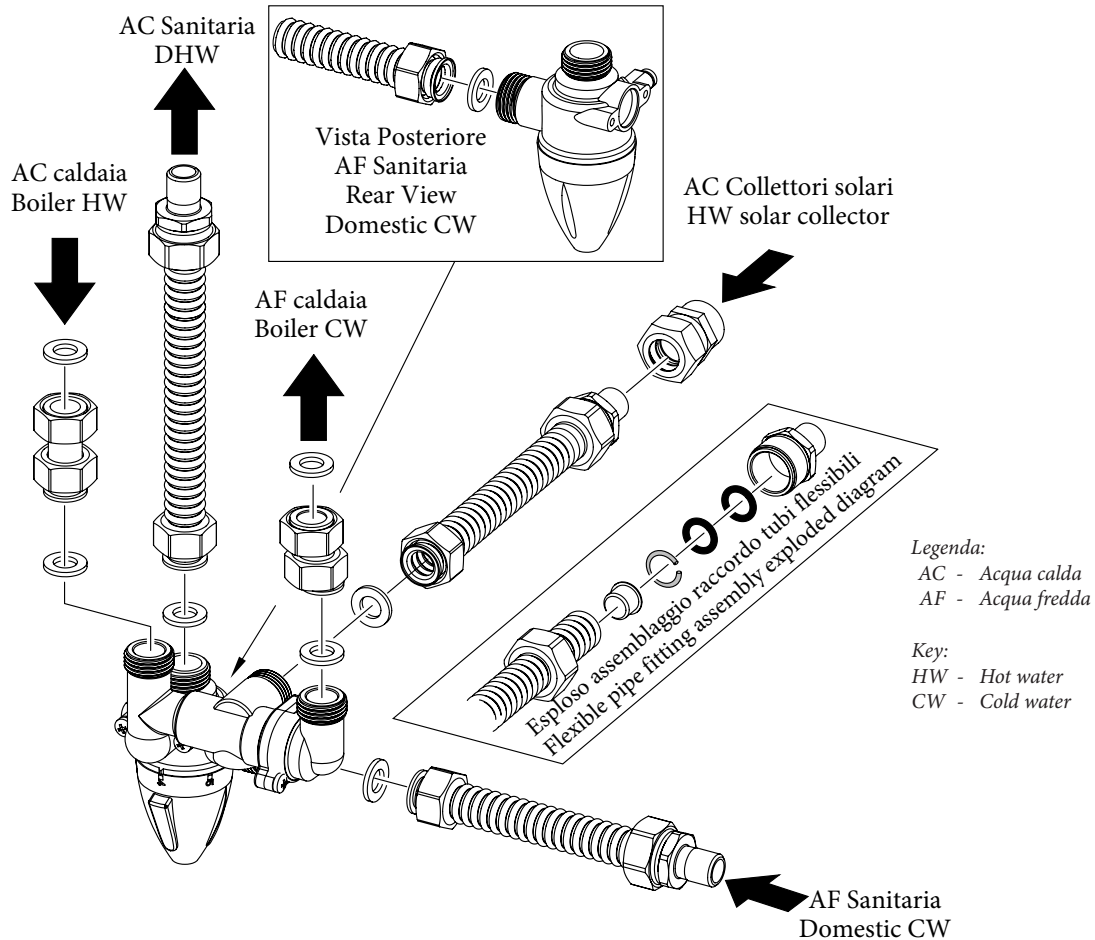

Fig. 1
Per effettuare il montaggio del kit procedere nel seguente modo (Fig. 1):
- infilare in sequenza l'anello in ottone posizionandolo sulla 3° gola e i due o.r. posizionandoli sulla 1° e 2° gola (vedi particolare esploso fig. 1);
Proceed as follows to assemble the kit (Fig. 1):
- in sequence insert the brass ring positioning it on the 3rd groove and the two o-rings, positioning them on the 1st and 2nd groove (see exploded detail fig. 1);